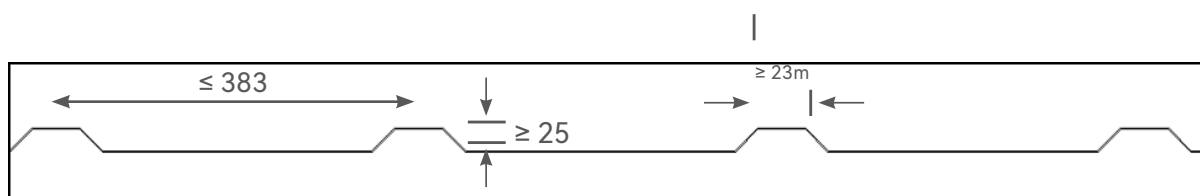

FIGURE 1
- Sélection des tuiles en acier coloré : il est recommandé de choisir des tuiles en acier coloré dont l'espacement des nervures est inférieur à 383 mm, dont la différence de hauteur entre la nervure et la noue est supérieure à 25 mm et dont la largeur des nervures est supérieure à 23 mm. (comme indiqué dans la figure 1)